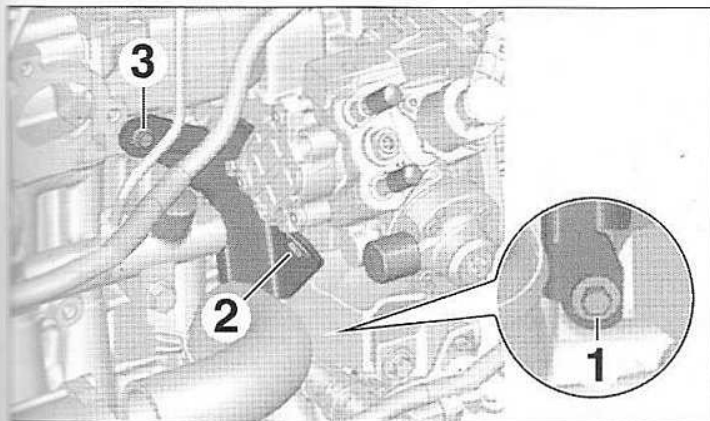

FIG.56
- Serrer les vis (12) du support arrière (13) en respectant l'ordre de serrage (Fig.56).
- Remplacer la canalisation haute pression (8) entre la pompe haute pression et la rampe commune.